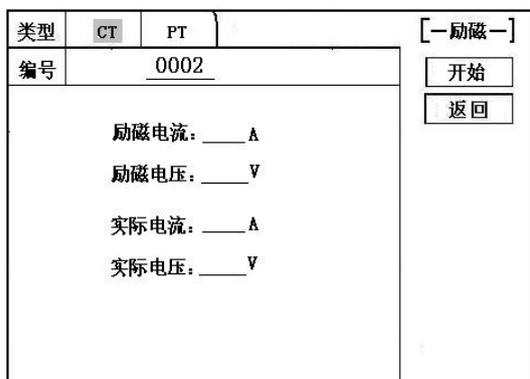
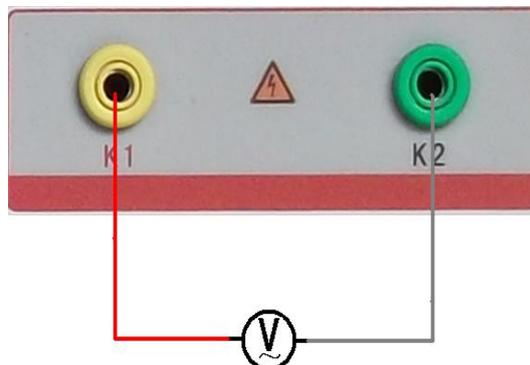
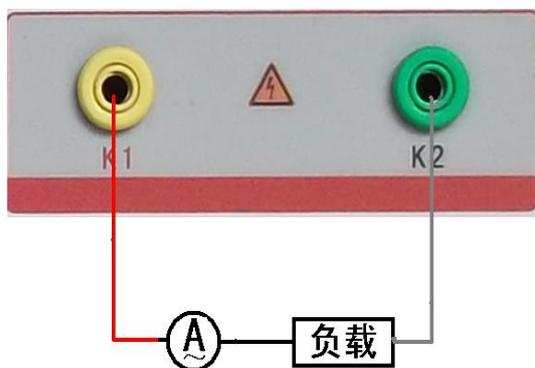

图 41, 校准测试主界面
图 42, 电压校准接线图
图 43, 电流校准接线图
进入 CT “励磁” 测试界面后, 选择进入 “校准” 试验界面 (如图 41), 设定好励磁电流值: 0.1A ~ 5A; 励磁电压值: 1V~1000V。
电压校准试验参照图 42 进行接线; 设置好被测电压后, 合上功率开关, 选择 “开始” 选项, 按下控制器, 试验即开始, 试验到达设定值后将保持输出电压/电流值用于检测, 检测完毕后, 按下控制器, 试验返回图 41 界面。
电流校准试验参照图 43 进行接线, 电压设定值略高于【电流设定值 (A) \* 负载 (Ω)】, 设置好被测电流/电压值后, 合上功率开关, 选择 “开始” 选项, 按下控制器, 试验即开始, 试验到达设定值后将保持输出电流/电压值用于检测, 检测完毕后, 按下控制器, 试验返回图 41 界面。